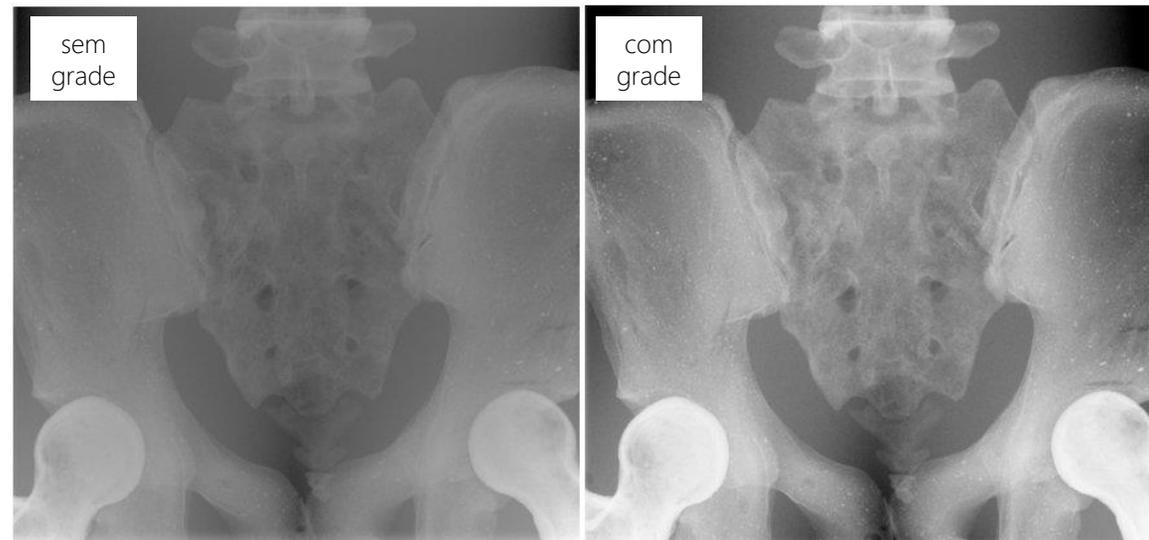

Fig. 16 – Melhoria do contraste devida à grade
- A transmissão total (T_t) da grade depende de T_p , T_s e da fração de espalhamento (FE).
- Uma grade com uma razão grade mais elevada tem um T_s mais baixo devido a um ângulo de transmissão mais limitado, mas também um T_p mais baixo e um fator de melhora de contraste elevado (Fig. 16).